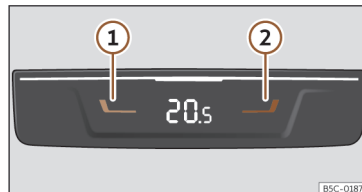

Fig. 131 Na parte traseira da consola central: comandos para os lugares traseiros.
- Pressione os botões **1** e **2** » **Fig. 131** para ajustar a temperatura da zona posterior.